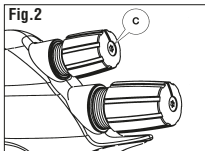

Fig. 2
ATENCIÓN: cuando coloque nuevamente la tuerca (6) en la regulación (B), y antes de apretar el tornillo avellanado T10 (C), compruebe que la tuerca (6) esté apretada hasta cubrir completamente el lado de la tuerca hexagonal de la regulación (Fig. 2).